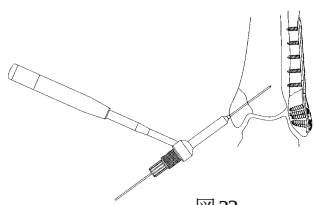
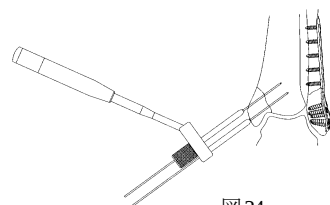
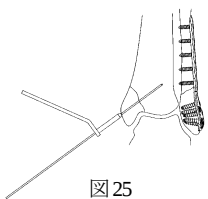

図 23
図 24
図 25
- 2) 経皮的挿入器 (図 23), パラレルガイド (図 24) 又は 13 ガイドピン用ガイド (S) (図 25) を用いて, 13 ガイドピンを適位深さまで刺入します。